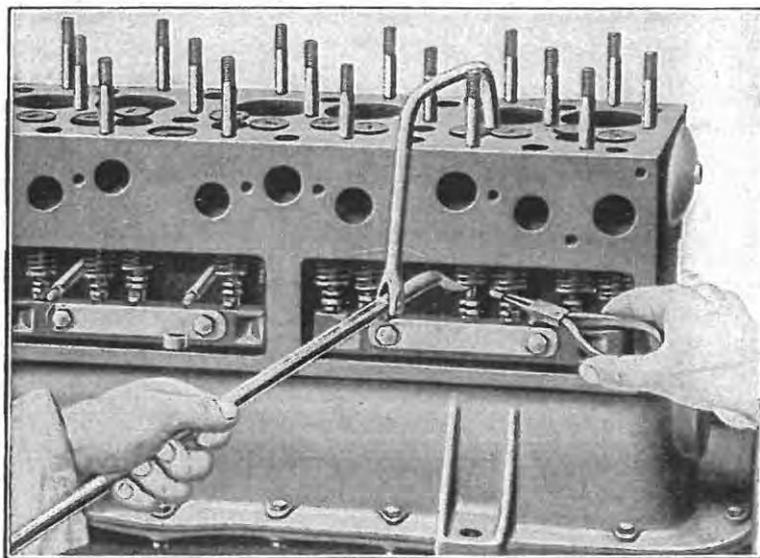

Fig. 21. — Démontage d'une soupape.
8. Enlever les soupapes (*Fig. 21*).